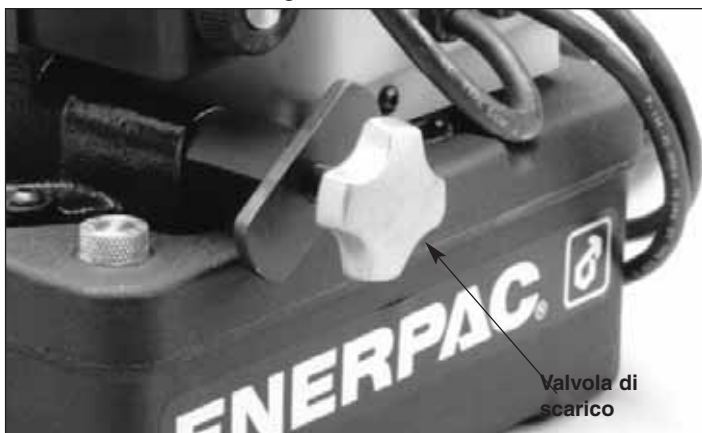

Figura 1: Valvola di scarico della pompa
4. Allentare il controdado e svitare la valvola di scarico per prevenire accumuli di pressione accidentali. La regolazione della valvola di scarico non richiede l'utilizzo di attrezzi. Vedere figura 1.
2. Allentare il controdado e svitare la valvola di scarico per prevenire accumuli di pressione accidentali (figura 1).